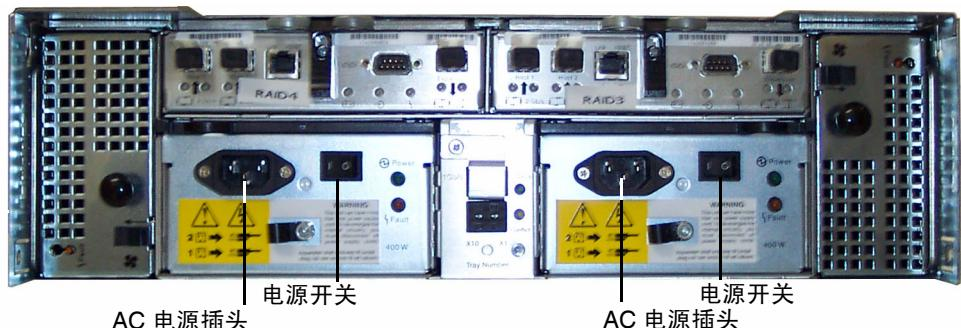

图 3-22 控制器盒后面板
2. 确保电源开关设置为 Off (关)，然后再将两根 AC 电源线与每个控制器盒的背面连接 (参见图 3-22)。